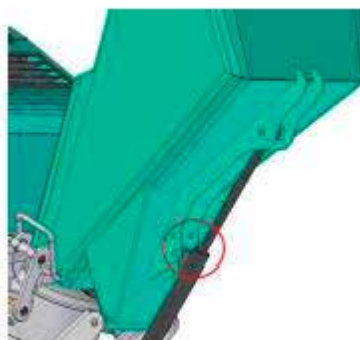

Fig. 7 Știft de siguranță
-  **Bena de încărcare trebuie să fie întotdeauna asigurată cu știftul de siguranță (Fig. 7) înainte de transport.**